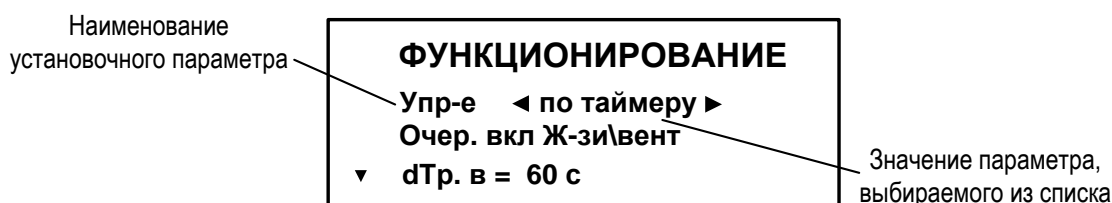

Рис.2. Пример установки режима управления в меню ФУНКЦИОНИРОВАНИЕ.
- 1.2.2. Если после нажатия кнопки ↵ часть строки заключается в треугольные скобки (см. рис.2), то кнопками ◀ и ▶ или ▲ и ▼ производится изменение (выбор из списка) символьного или числового значения параметра.